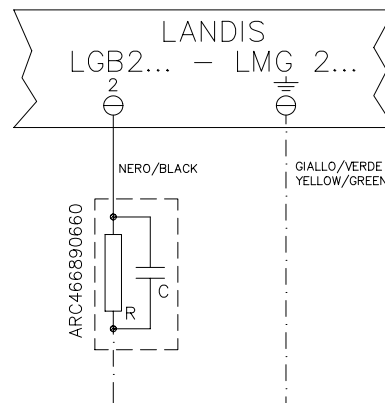
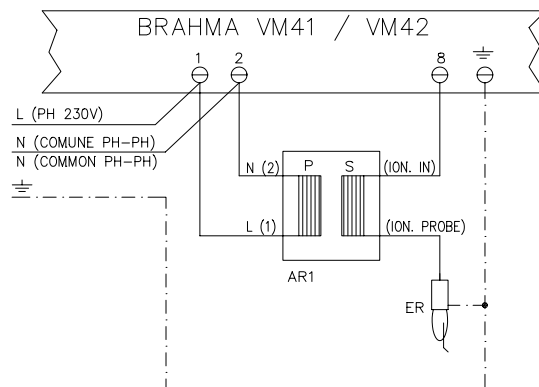

Fig. 34a
Fig. 34b
Si la alimentación eléctrica del quemador es de 230 V fase-fase con equipo Brahma VM4..., para poder aumentar la tensión entre electrodo y masa es necesario utilizar el transformador de aislamiento Brahma AR1 (nuestro código 2531006), conectado tal como muestra la Fig. 34b
** En estas ocasiones insertar un circuito RC, véanse Fig. 34a e Fig. 34b.